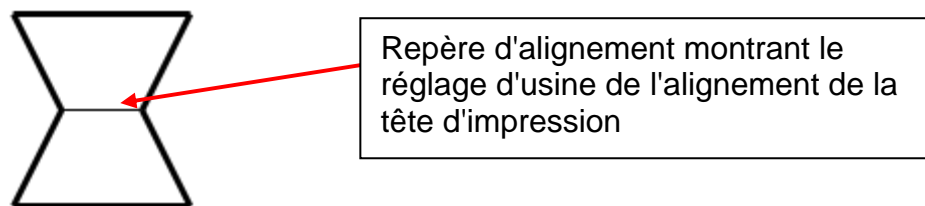

Figure 5. Réglage d'usine par défaut
**3.3.** Lorsque vous alignez la tête d'impression, assurez-vous que la position de départ **des deux** côtés de la tête d'impression est celle d'usine par défaut et que les deux repères d'alignement se trouvent au centre de la fenêtre d'inspection, comme illustré à la figure 5.